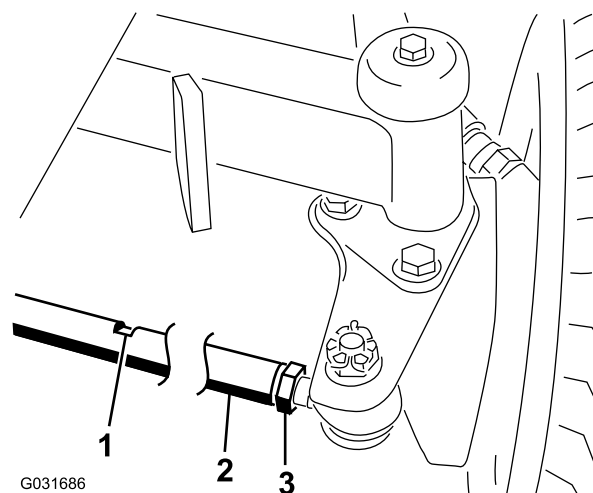

Bild 46
2. Lösen Sie die Klemmmutter an jedem Ende der Spurstange (Bild 46).